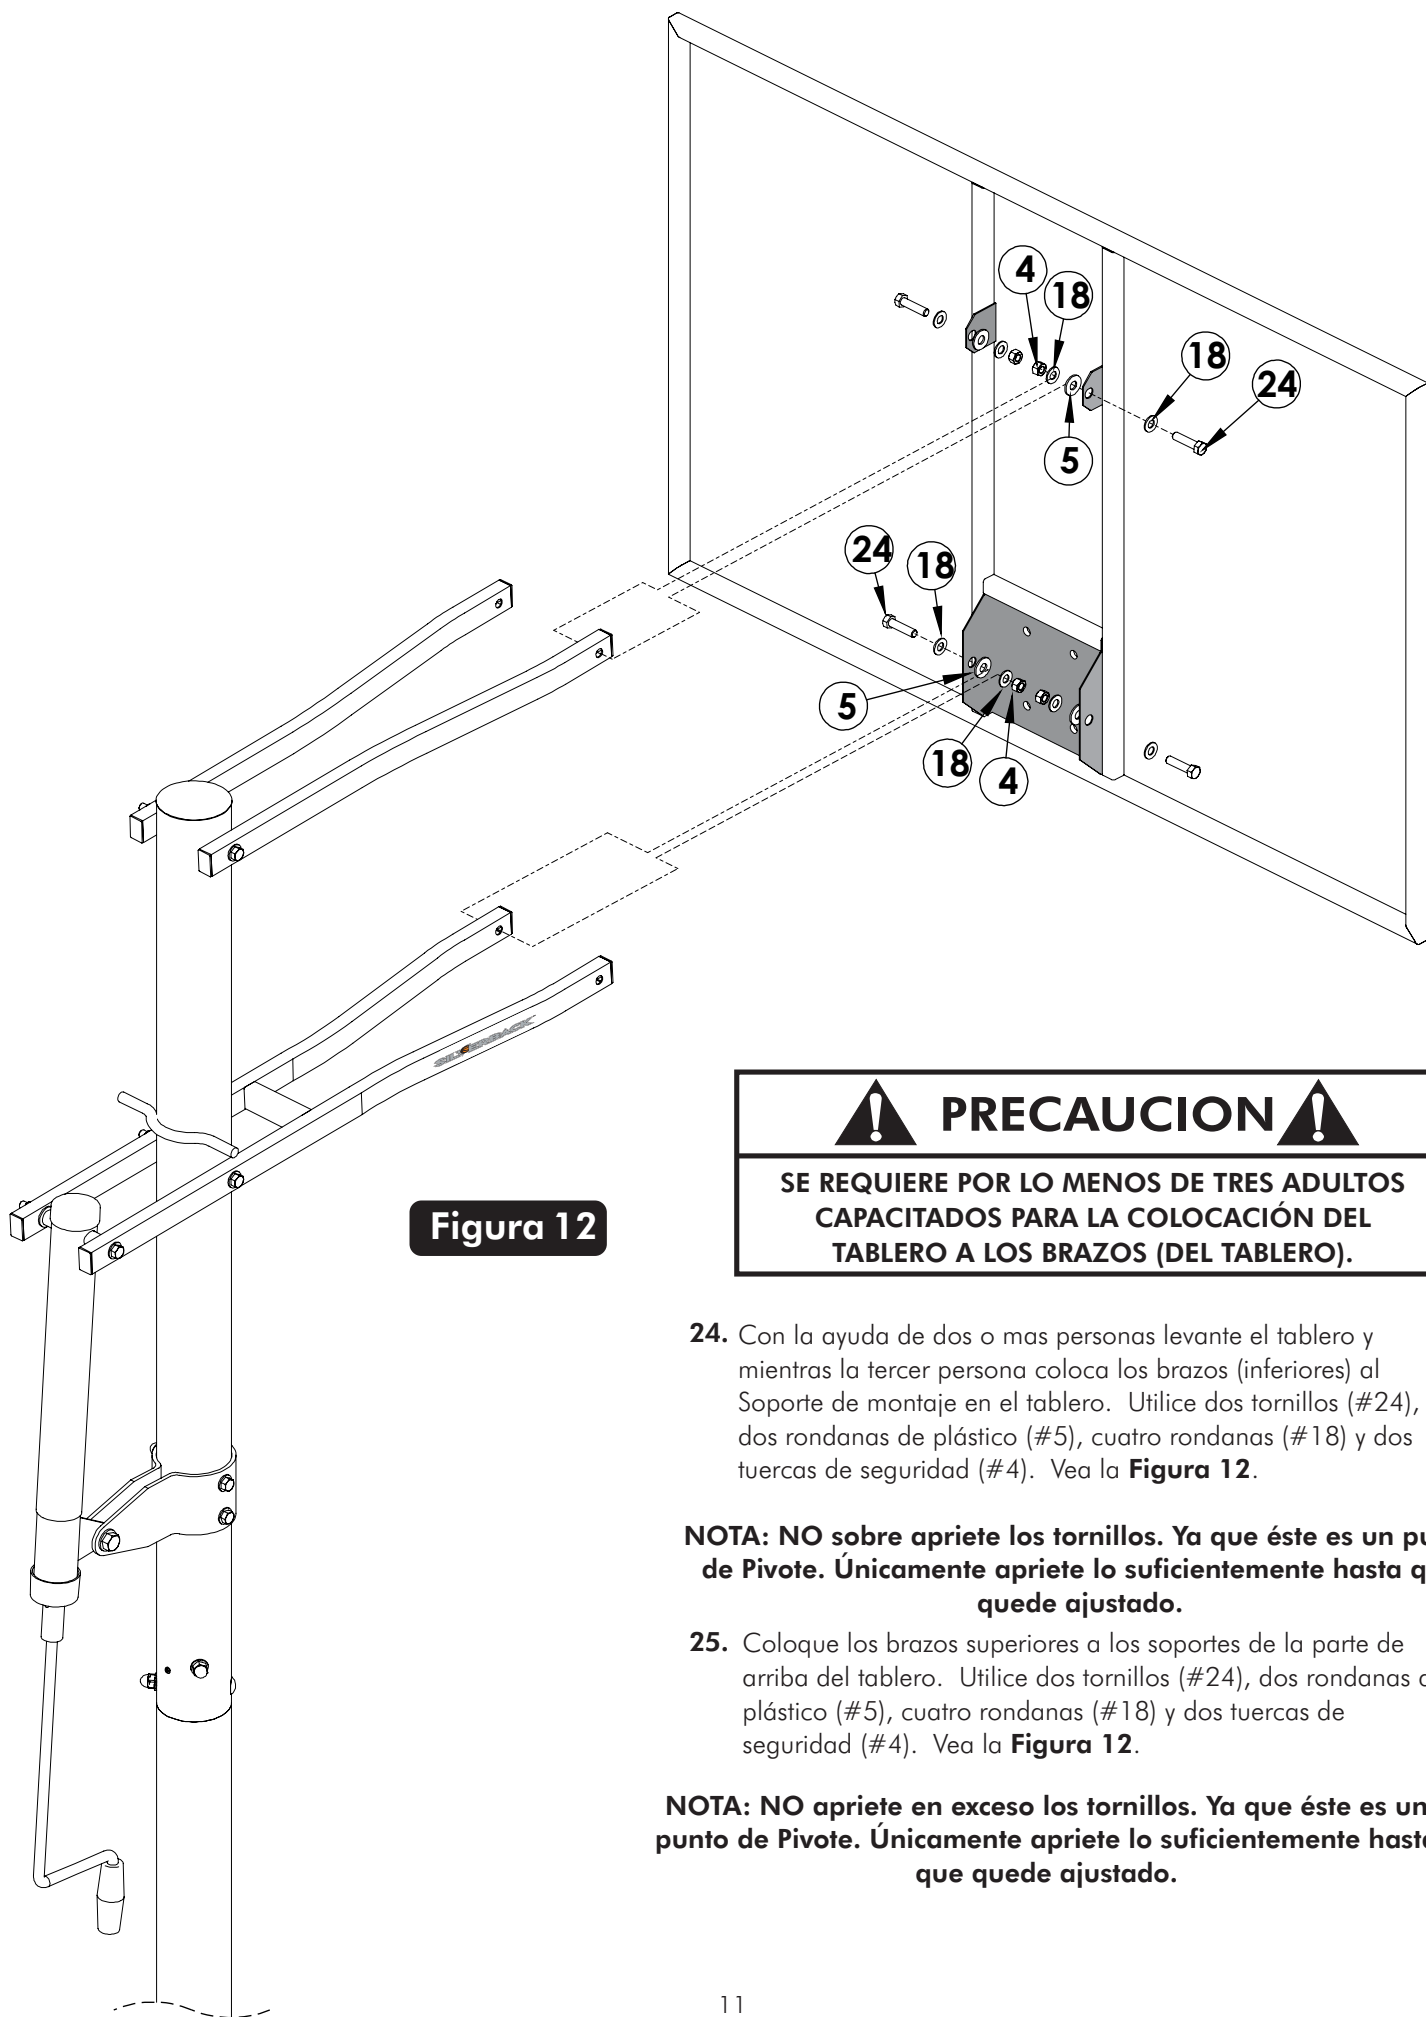

Figura 12
- 24.** Con la ayuda de dos o mas personas levante el tablero y mientras la tercer persona coloca los brazos (inferiores) al Soporte de montaje en el tablero. Utilice dos tornillos (#24), dos rondanas de plástico (#5), cuatro rondanas (#18) y dos tuercas de seguridad (#4). Vea la **Figura 12**.
- 25.** Coloque los brazos superiores a los soportes de la parte de arriba del tablero. Utilice dos tornillos (#24), dos rondanas de plástico (#5), cuatro rondanas (#18) y dos tuercas de seguridad (#4). Vea la **Figura 12**.